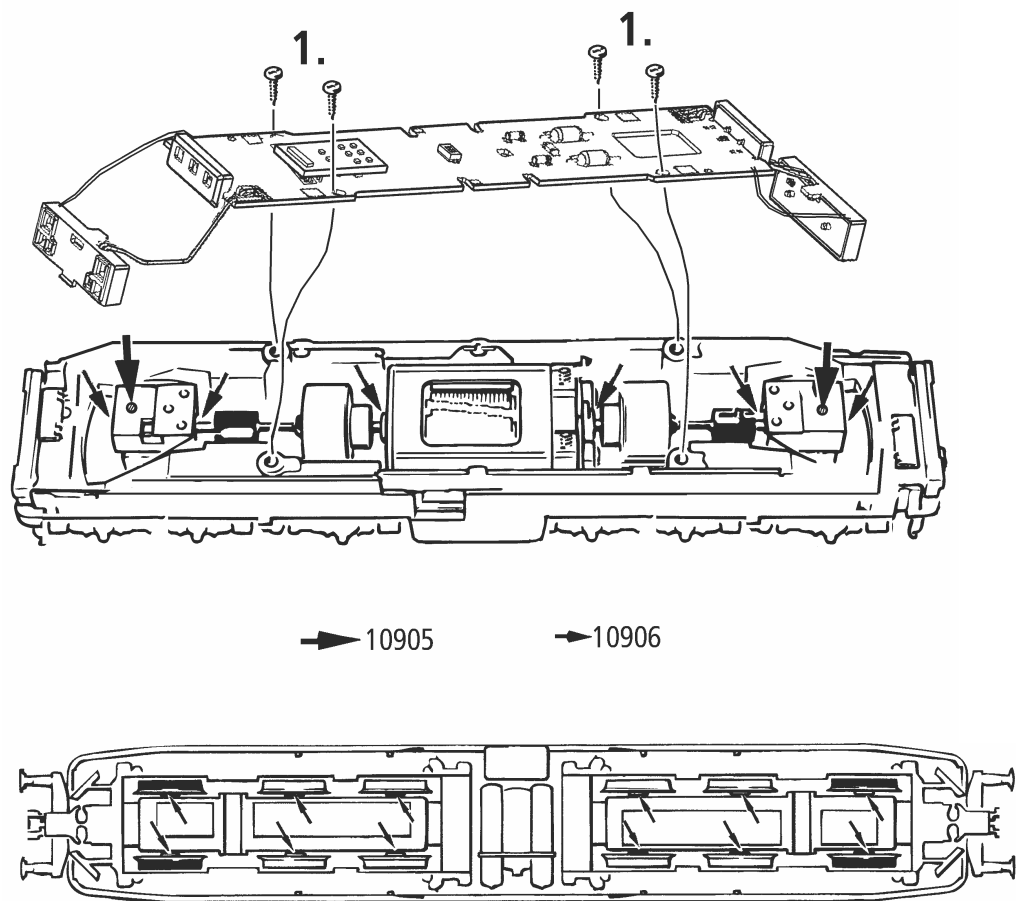

Fig. 9
**3. Haftreifenwechsel:** Zuerst den Getriebedeckel abnehmen (Fig. 7). Danach den **Radsatz** herausnehmen und den **Haftreifen** mit einer Nadel oder mit einem feinen Schraubendreher abziehen (Fig. 9). Beim Aufziehen des neuen Haftreifens bitte darauf achten, dass dieser sich **nicht verdreht**.
**3. Échange des bandages d'adhérence:** Démontez d'abord le **couvercle du carter** des engrenages (fig. 7). Délogez ensuite les essieux bandagés et enlevez, à l'aide d'une aiguille ou d'un tourne-vis fin, les bandages d'adhérence (fig. 9). Lors du montage des nouveaux bandages veuillez veiller à ce que les bandages **ne soient pas tordus**.
**3. Change of traction tyre:** Remove **gear cover** (fig. 7). Take out **wheel set** and remove **traction tyre** using a pin or a fine screwdriver (fig. 9). When pressing on the new traction tyre please **avoid twisting** it.